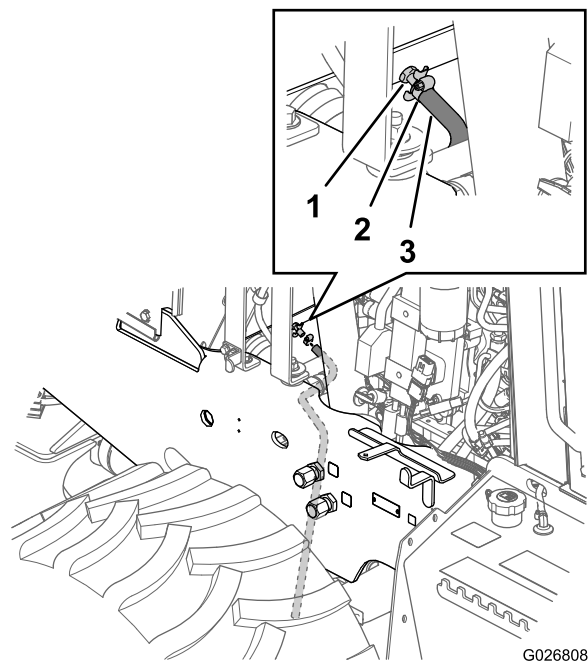
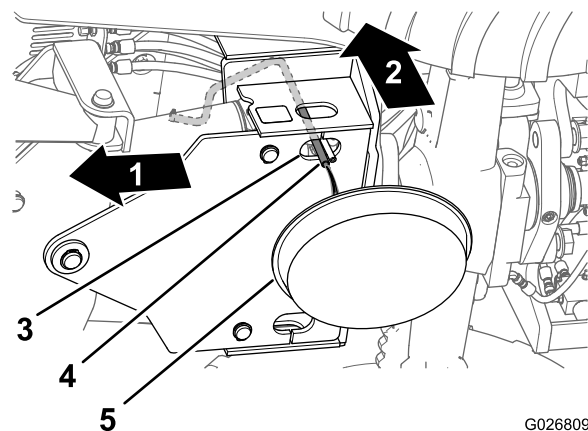
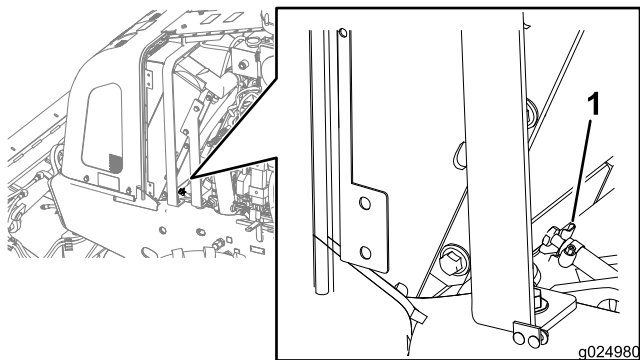

Figura 99
Figura 100
Figura 101
4. Conecte una manguera resistente al refrigerante de 3/8 x 30 pulgadas sobre la salida de la válvula de vaciado del radiador (Figura 99).
5. Sujete la manguera a la válvula de vaciado con una abrazadera (Figura 99).
6. Enrute la manguera hacia abajo y a través del orificio de la placa de montaje inferior de la cuchilla de relleno (Figura 100).
7. Coloque un recipiente de vaciado con capacidad mínima de 23 L (6 galones) debajo del extremo abierto de la manguera de vaciado (Figura 100).
9. Cierre la válvula de vaciado (Figura 101).
10. Retire la manguera de vaciado y la abrazadera (Figura 99 y Figura 100).
- A. Asegúrese de que el radiador ha sido vaciado de refrigerante y que la válvula de vaciado está cerrada (Figura 101).
D. Abra el tapón de vaciado y drene la solución de limpieza en un recipiente (Figura 99 y Figura 101).
E. Cierre la válvula de vaciado (Figura 101).
C. Abra la válvula de drenaje (Figura 101) y drene el agua en un recipiente de vaciado.